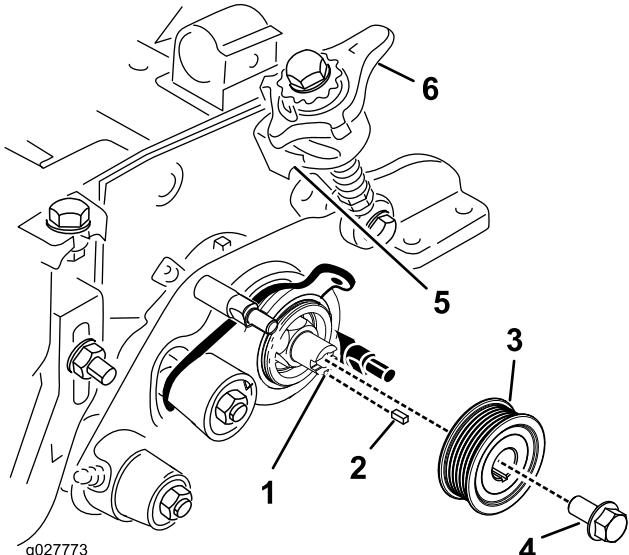

图15
22. 使用 $3/8 \times 3/4$ 英寸凸缘头螺栓, 将驱动侧快速升起组件安装到侧板上 (图15)。
23. 安装新的驱动皮带轮、键和凸缘螺丝 (图15)。